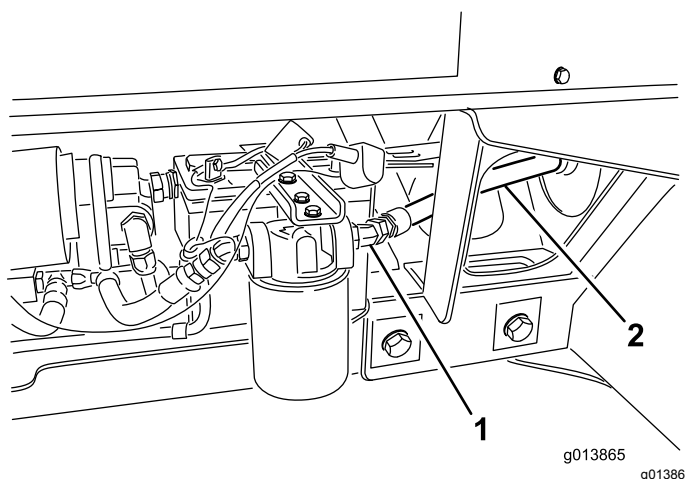

Figura 11
37. Conecte la manguera hidráulica N° 3 a la salida del filtro (Figura 11).